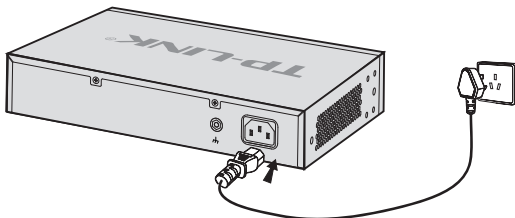

图3-3 电源连接示意图
2. 使用交换机原装电源线连接交换机与电源插座，如图3-3所示。